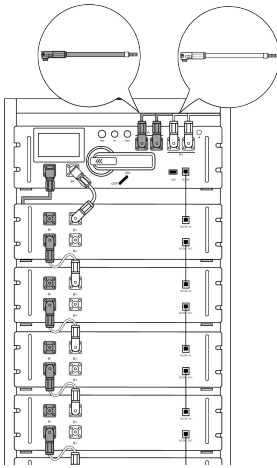
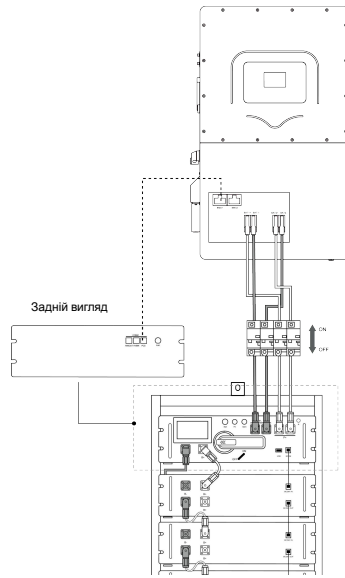

Рисунок 1-5
Рисунок 1-6
3. Підключіть до PCS : Дивіться рисунок 1-5 та рисунок 1-6.